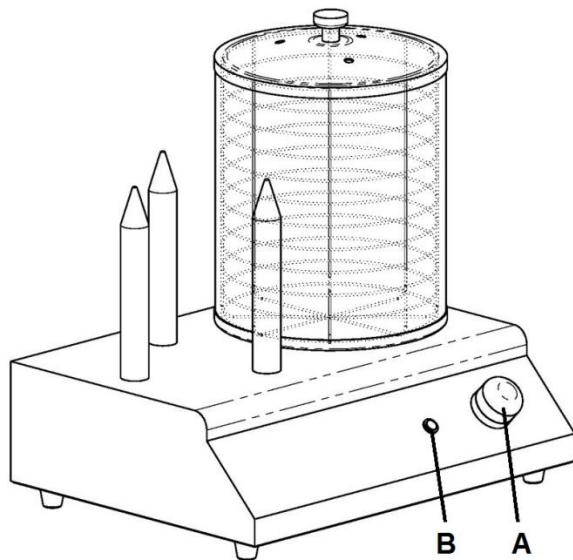

Fig.2
- Ruotare la manopola del termostato (A, Fig.2) fino ad indicare la temperatura desiderata. La spia di riscaldamento (B, Fig.2) si accende per spegnersi poi al raggiungimento della temperatura fissata.
- Ruotare la manopola del termostato (A, Fig.2) nella posizione "0", ed accertarsi che la spia luminosa (B, Fig.2) sia spenta.